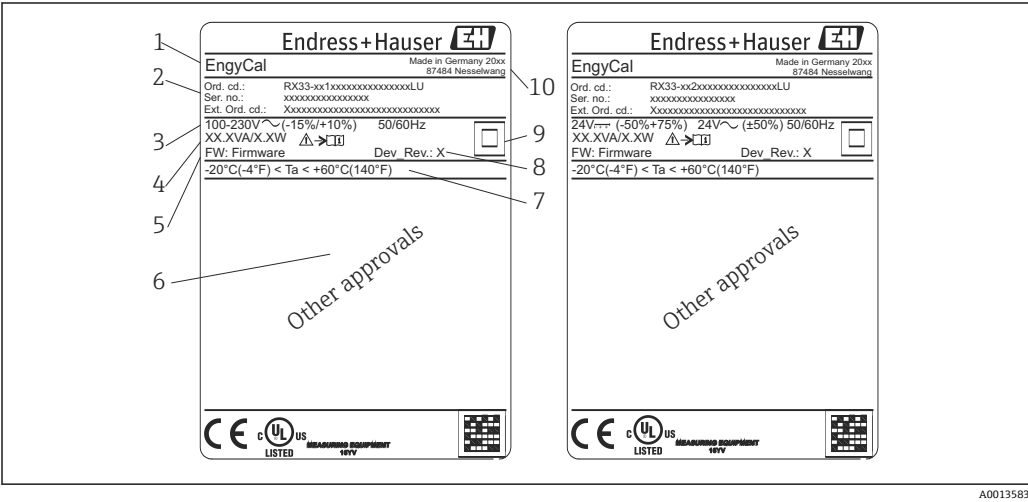
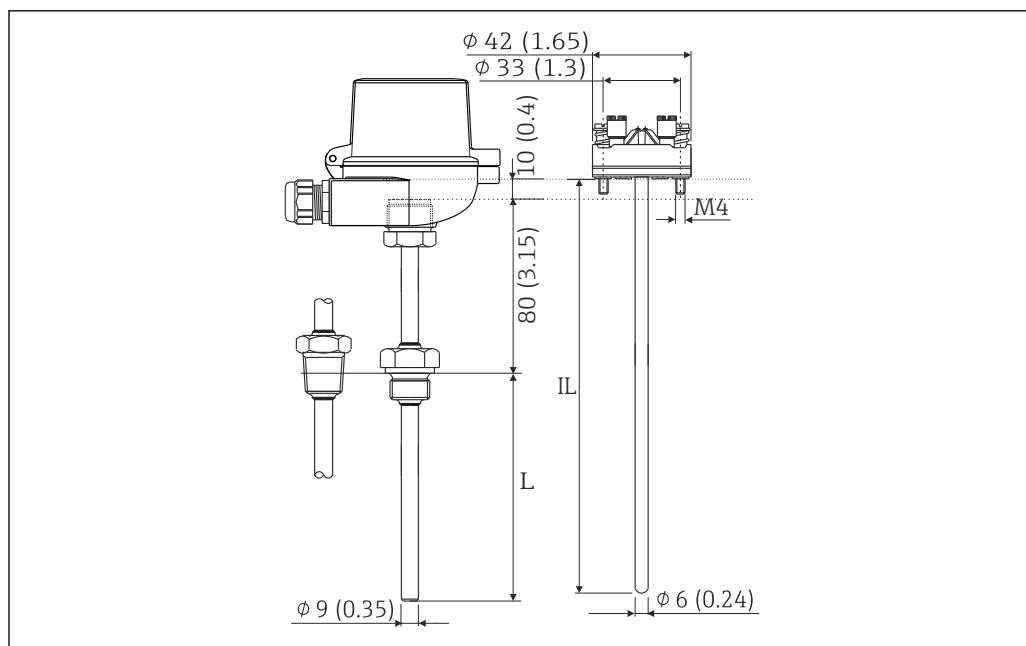

图 1 设备铭牌示意图（实例）
图 8 RTD 总成（可选附件），尺寸，单位：mm (in)
取得 MID 许可的测量仪表正面标牌上带有 MID 标记。→ 图 1, 图 8。该许可取代了最初的现场标定。
另请参考安装建议 EN1434-2 (D)，图 8。